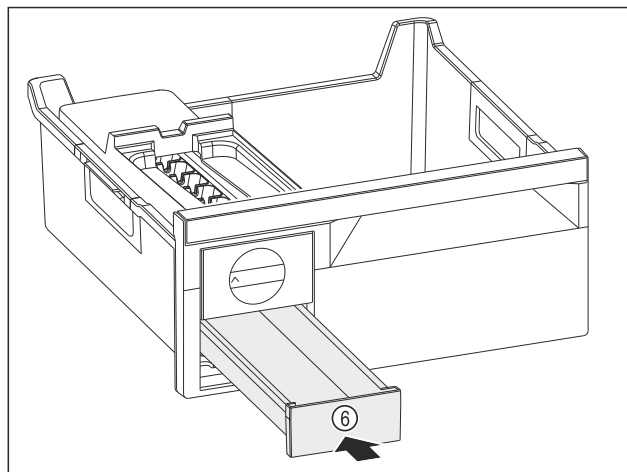

Fig. 98
- Eiswürfelschubfach Fig. 98 (6) einstecken.